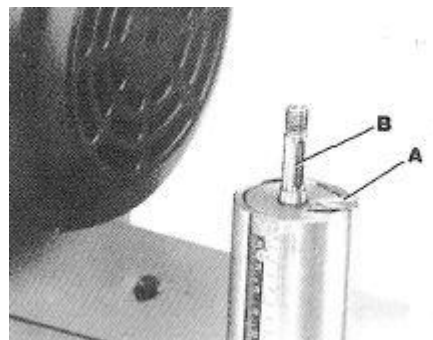

Рис. 4 Сборка маховика
1. Вставьте шпонку (А), Рис. 4, в шпоночный паз (В) вала подъема и опускания.